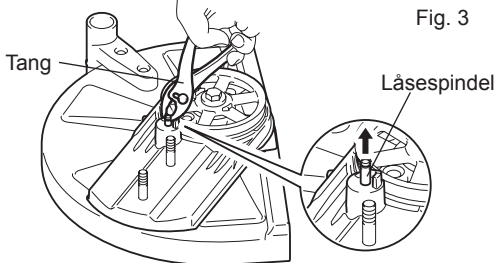

Fig. 3
- (4) Trekk opp låsespindelen med en skrutrekker eller en tang. (Fig. 3)